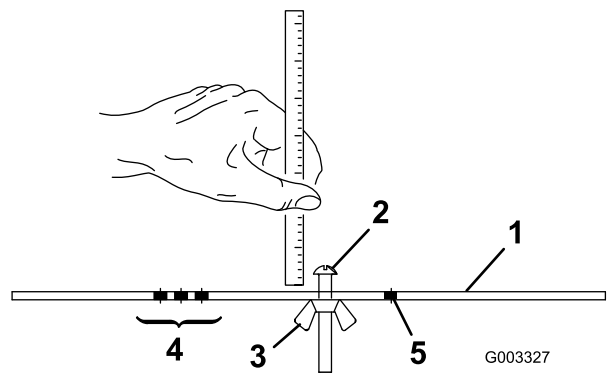

Figura 15
2. Allentate il dado sulla barra di misura (Figura 15) e posizionate la vite di regolazione all'altezza di taglio opportuna.